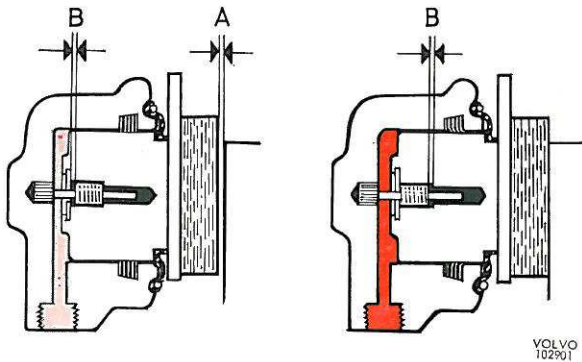
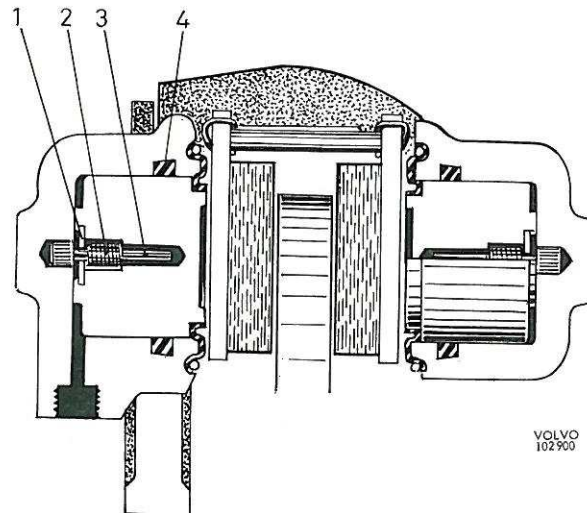

Figure 15. Fonctionnement du dispositif ASB
Figure 16. Etrier de frein avec dispositif ASB
Sur les freins d'avant dernier modèle, les étriers de freins des roues arrière sont équipés d'un dispositif ASB. Ce dispositif a pour fonction de maintenir les pistons et, par conséquent, les plaquettes de freins à une distance suffisante du disque de frein. Ceci permet d'empêcher la réduction de la "réserve" de la pédale (distance du plancher à la pédale de frein) lorsque cette dernière est en position de plein freinage. L'explication du fonctionnement de ce dispositif est donnée au titre "Fonctionnement" ci-après. Le dispositif ASB comprend un ressort (2, figure 16), maintenu en place dans le piston par une rondelle (1) et une goupille (3) qui est fixée dans le carter sur lequel glisse le ressort avec un certain frottement.
Lorsque le frein est desserré, voir figure 15, il existe un jeu A entre la plaquette et le disque de frein et un jeu B entre la rondelle et le ressort. Lors d'un freinage, le piston et la plaquette de frein sont pressés contre le disque de frein et le jeu A disparaît. Si A est plus grand que B, la rondelle (1, figure 16), repoussera le ressort (2) dans la direction du disque de frein.